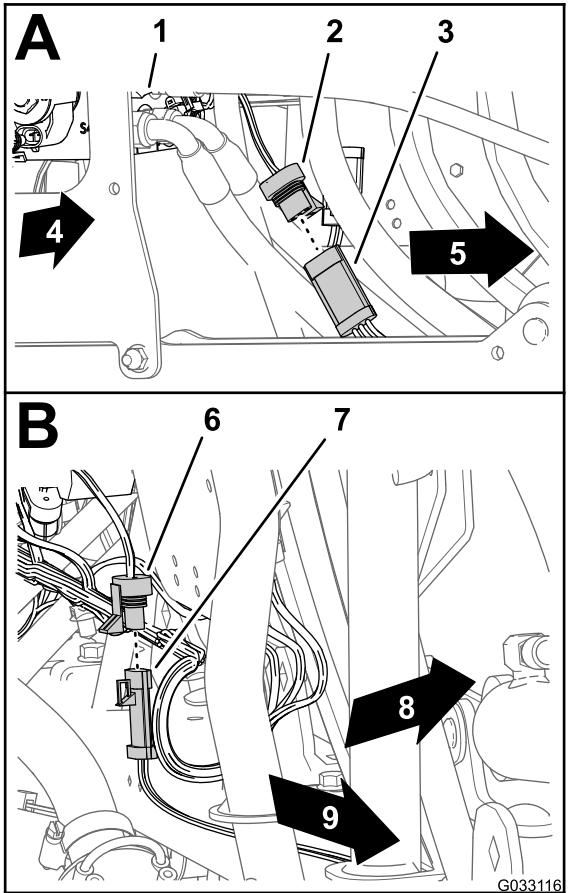

Figura 145
- Collegate il connettore a 3 prese del cablaggio preassemblato di Sonic Boom al connettore a 3 pin del cavo per il sensore Ultra-Sonic destro (A di Figura 145).
2. Collegate il connettore a 3 prese del cablaggio preassemblato di Sonic Boom dal connettore a 3 pin del cavo per il sensore Ultra-Sonic sinistro (B di Figura 145).